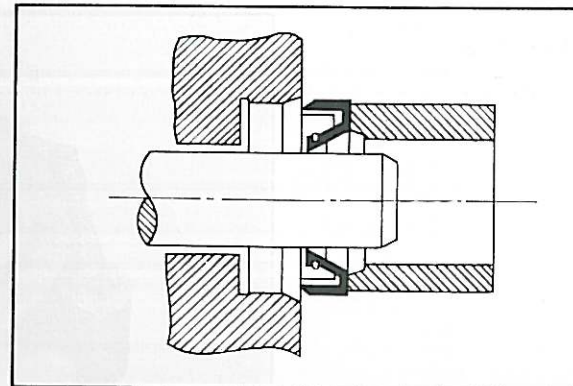

Fig. 3-3-35
- b. Check oil seal lips for damage and wear. Replace as required. (Fig. 3-3-35)
- b. Vérifier si les lèvres des bagues d'étanchéité ne sont pas abîmées ou usées. Remplacer si nécessaire. (Fig. 3-3-35)
- b. Dichtungslippen der Öldichtungen auf Beschädigung und Verschleiß prüfen; gegebenenfalls erneuern. (Fig. 3-3-35)